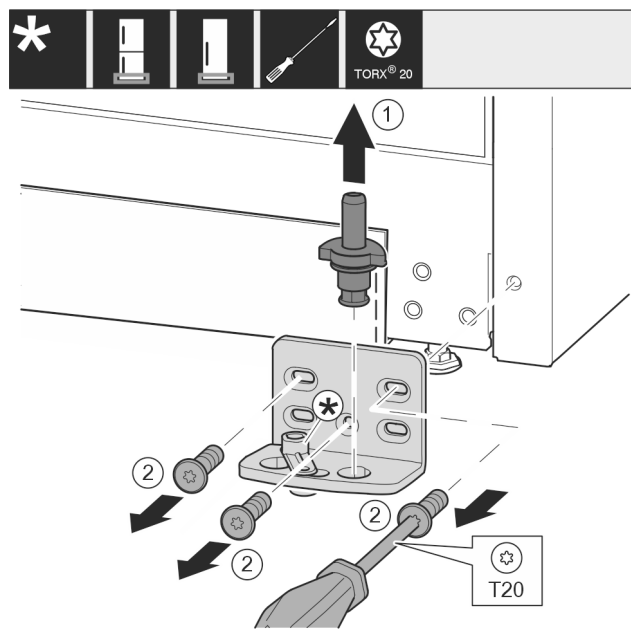

Fig. 16 \*
- Extraiga el perno del cojinete Fig. 16 (1) por completo hacia arriba.\*
- Desatornille los tornillos Fig. 16 (2) con un destornillador y retire el soporte del cojinete.\*